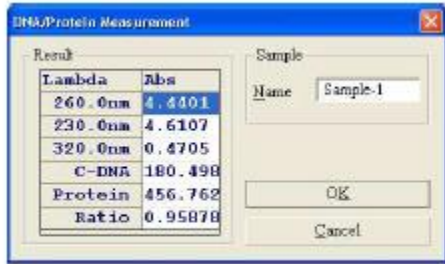

Fig. 4-46
5. Ponga la muestra en el compartimento de muestra. click start o  para llevar a cabo una nueva medición. Aparece la siguiente ventana (fig 4-46).